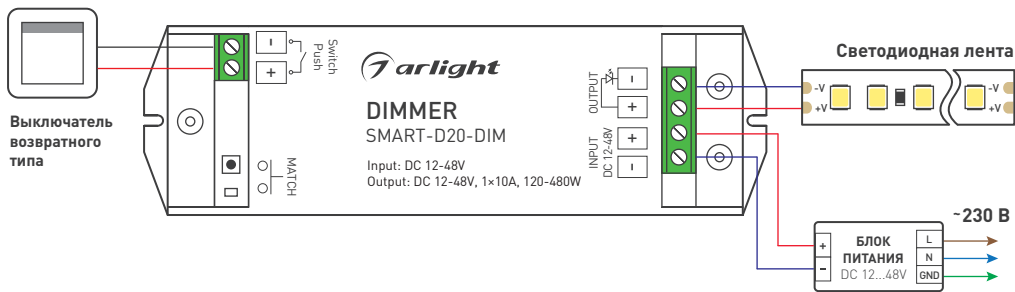

Рисунок 1. Схема подключения диммера SMART-D20-DIM
- 3.2. Подключите диммер согласно схеме (рисунок 1).